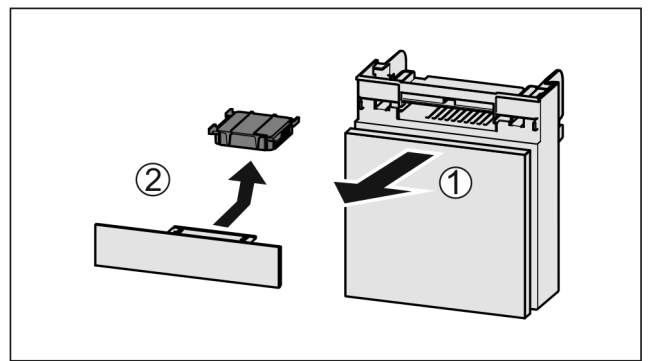

Fig. 147
- Extraire le compartiment par l'avant Fig. 147 (1).
- Sortir le filtre à charbon actif Fig. 147 (2).